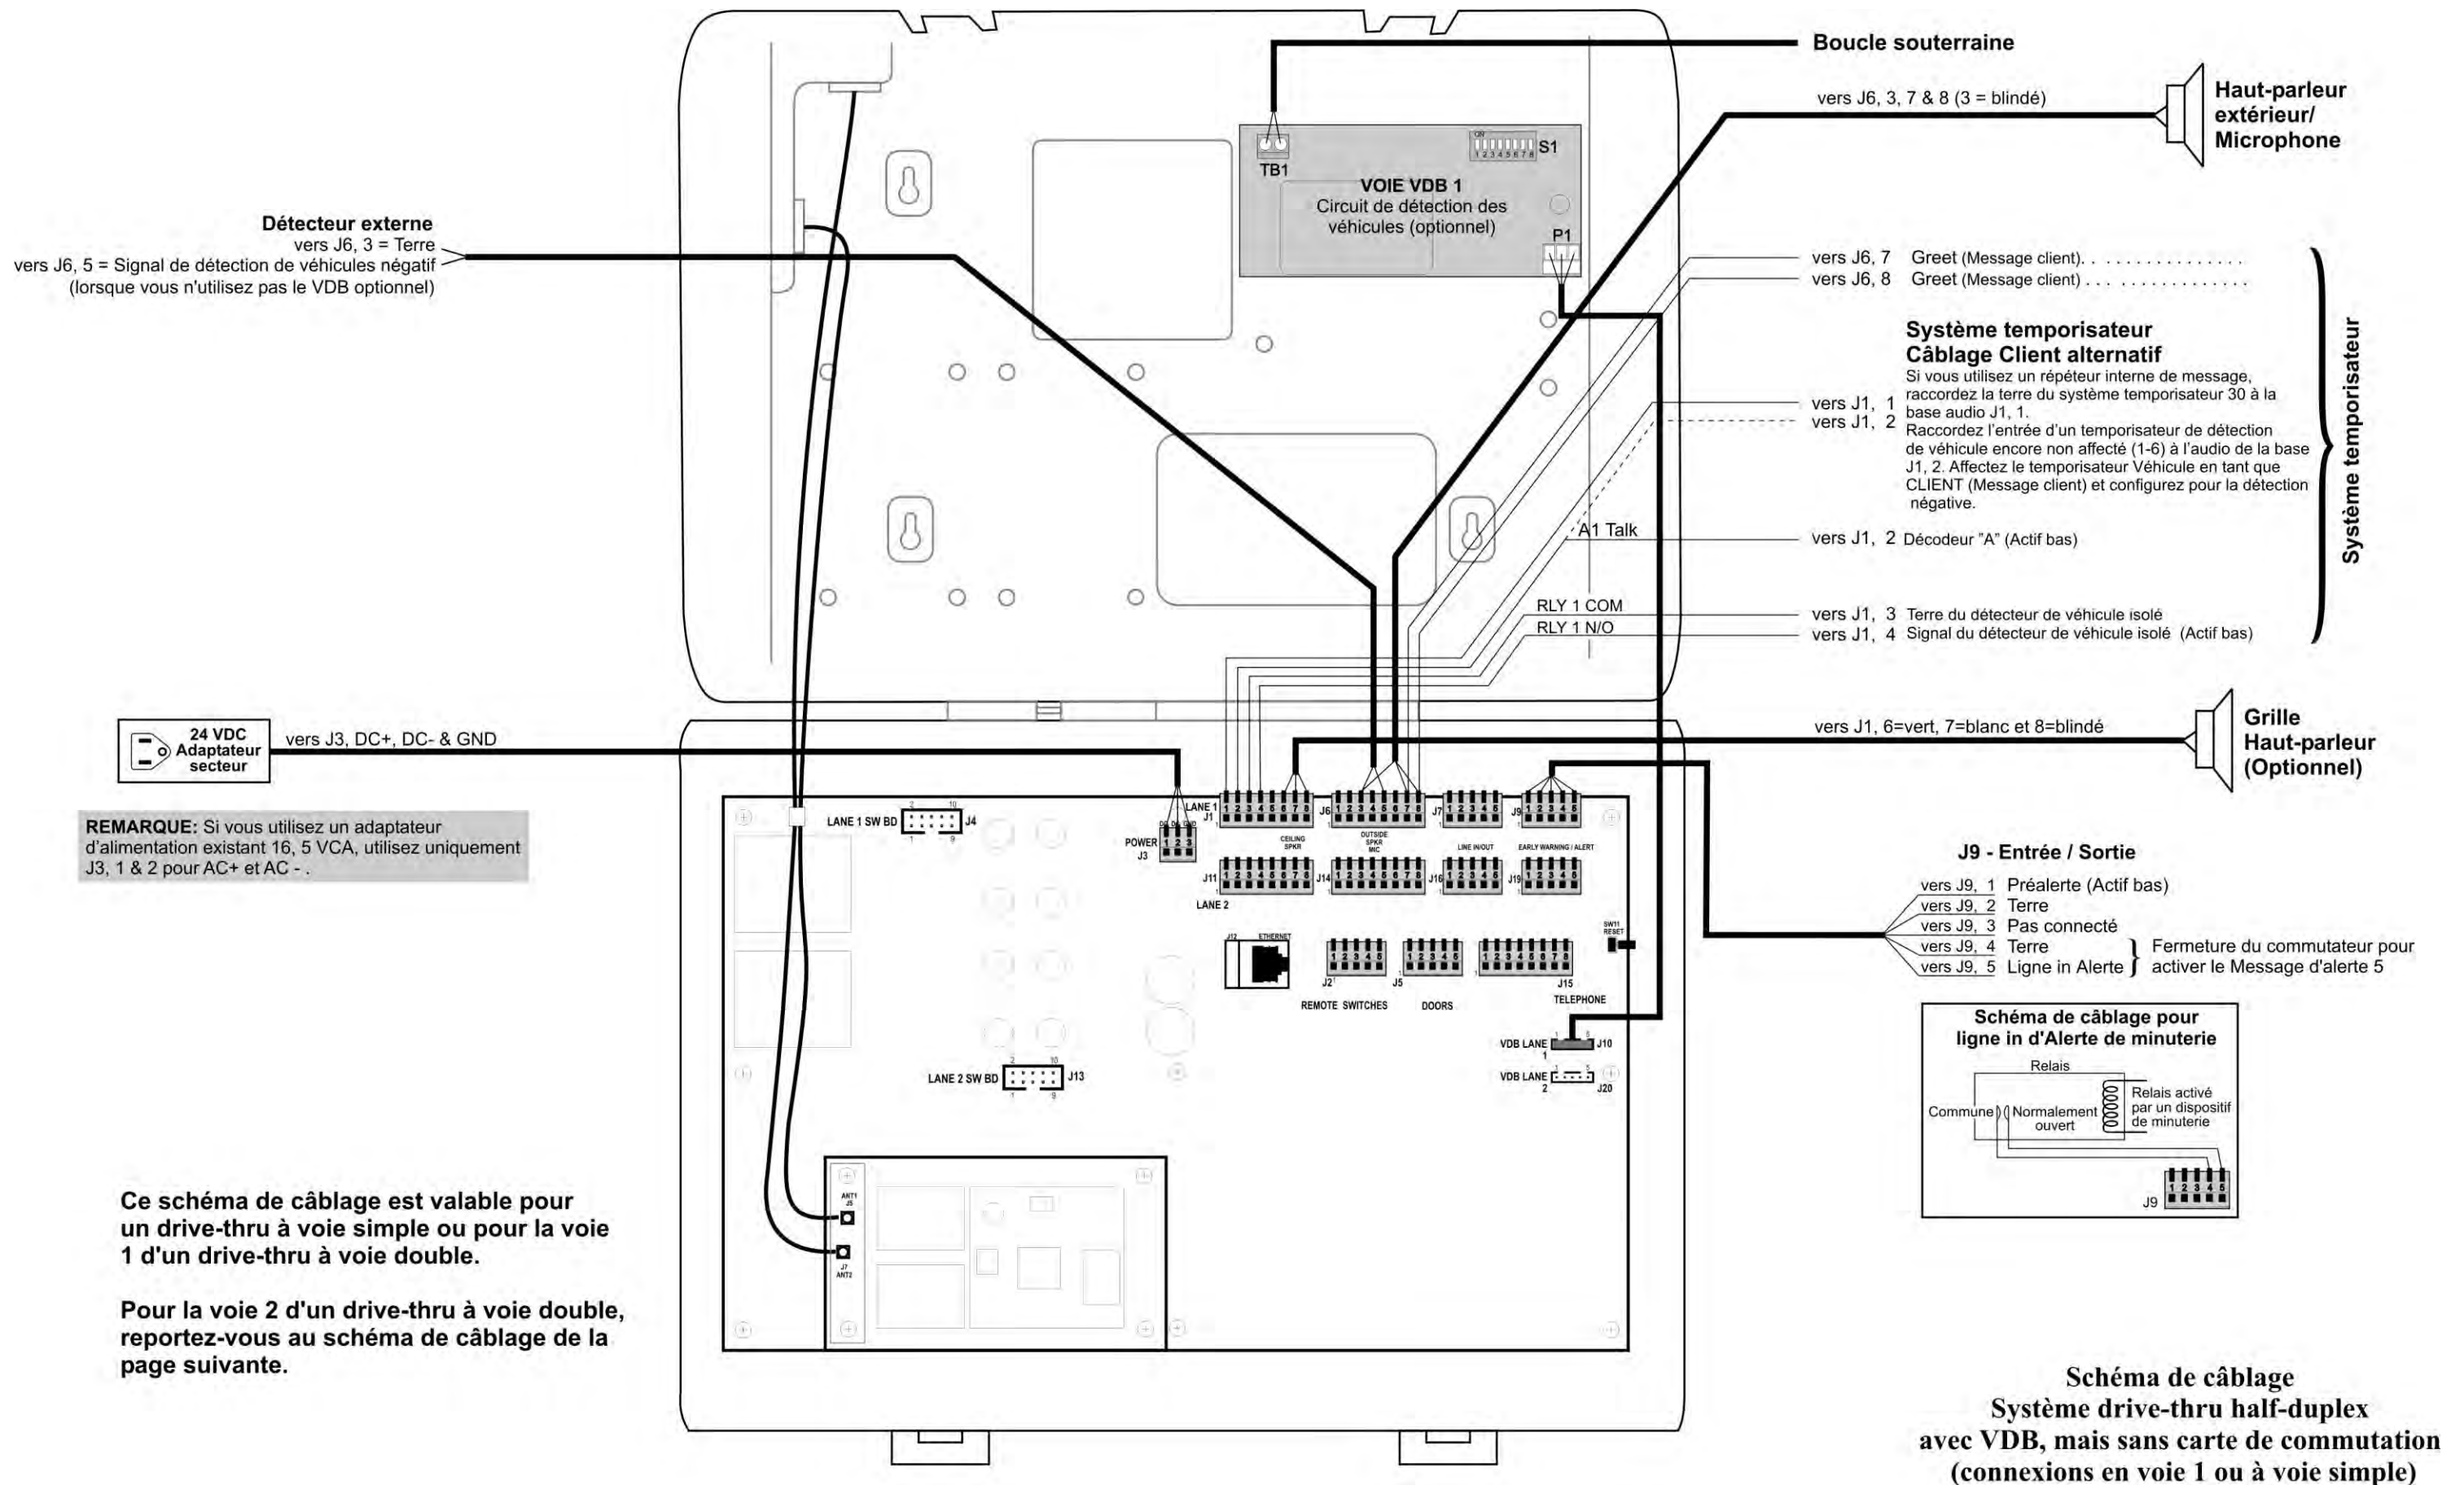

Figure 34.
- Page 92, Figure 34 — (Connexions pour Voie 1 ou système à une voie)